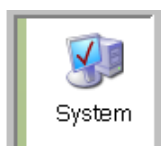

Рис. 192
2. Щелкните дважды по значку «Система» (Рис. 192).